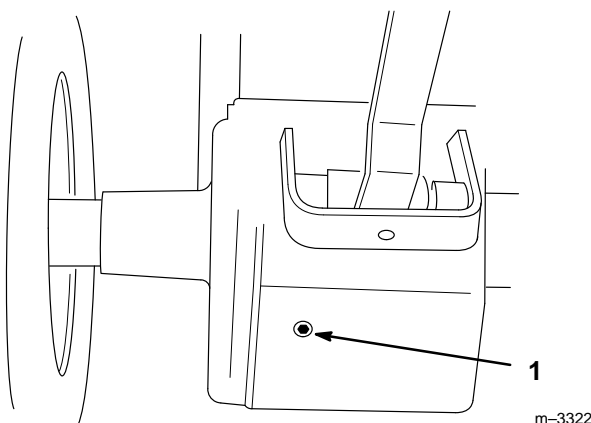

Figure 46
3. Placer un récipient sous l'ouverture de vidange de la boîte-pont. Retirer le bouchon de vidange (Fig. 46).